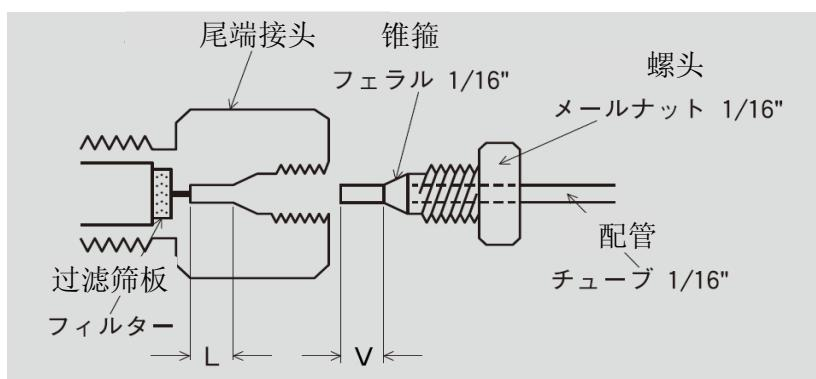

图 1 色谱柱的连接图
1. 色谱柱的接头使用了外径 1/16 英寸配管的螺头(MALE NUT)。请确保装置的配管接头正确连接，并且锥箍的顶端已插入接头内侧(参照图 1)。
请按照图 1 所示进行配管连接。若配管不匹配，特别是直接使用其他类型色谱柱所用配管时，锥箍前端的长度 (图 1 中的 V) 与尾端接头的长度 (图 1 中的 L) 经常会不同，因而引发故障。